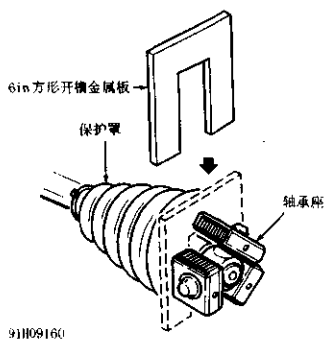

图 3-12 安装万向节（三叶形三球销式）
③安装十字轴使其靠在轴的隔圈上。将半轴挡圈安装在轴端的槽内。将十字轴滑向轴端,并将隔圈在轴的槽内入位。用维修工具包内约一半重的润滑脂涂抹等速万向节壳。余下润滑脂涂在保护罩内。
④重新装配时将6in形带槽金属板置于保护罩与轴承座之间,以保证轴承座定位正确(图3-12)。将三球销衬套安装在壳体中。将大卡箍置于保护罩上。将壳体滑到十字轴总成上,并拆卸带槽金属板。